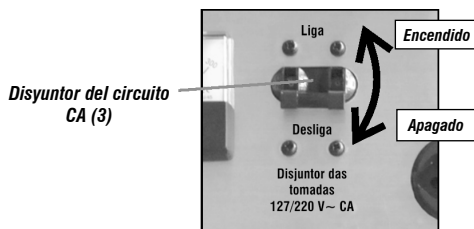

Fig. 16 – Disyuntor circuito AC
Si hay sobrecarga de corriente eléctrica, el disyuntor actuará automáticamente, asumiendo la posición apagado (OFF). Cuando esta situación ocurra, primero verifique la causa de la sobrecarga, resuélvala y sólo entonces accione el disyuntor para la posición encendido (ON) (fig. 16).